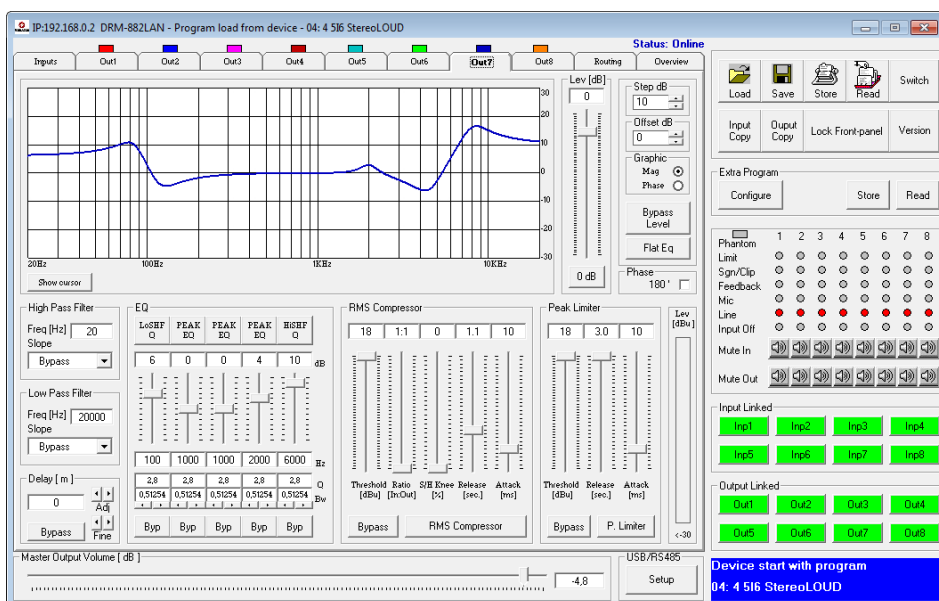
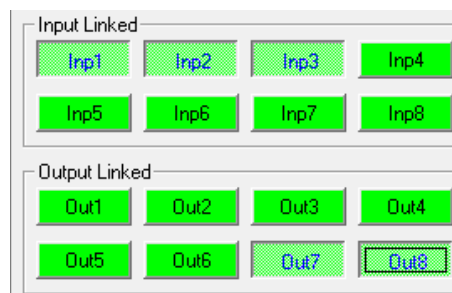

Abb. 27 Ansicht Ausgangskanal „Out7“
Abb. 32 Kopplung der Ein- oder Ausgänge
In der Ansicht für einen Ausgang (z. B. „Out7“, Abb. 27) lässt sich unter „Delay“ die Verzögerung für das Ausgangssignal einstellen. Die Einheit (Meter oder Millisekunden) kann in der Ansicht „Overview“ (Kapitel 6.3.1) geändert werden.
In der Ansicht für einen Ausgang (z. B. „Out7“, Abb. 27) können unter „High Pass Filter“ und „Low Pass Filter“ das gewünschte Hochpass- und Tiefpassfilter eingestellt werden.
Für die Klangregelung jedes Ausgangs stehen fünf unabhängige Filter zur Verfügung. In der Ansicht für einen Ausgang (z. B. „Out7“, Abb. 27) können diese Filter unter „EQ“ ein-
Wie bei der Klangeinstellung eines Eingangs lassen sich die Filter über die Einblendung von Bezugspunkten (Abb. 27) auch grafisch einstellen (Kapitel 6.4.7.1).
In der Ansicht für einen Ausgang (z. B. „Out7“, Abb. 27) können unter „RMS Compressor“ die Parameter für die Funktion des Kompressors festgelegt werden. Zur Änderung eines Parameters den entsprechenden Regler mit der Maus verschieben oder bei angewähltem Regler auf der Tastatur mit den Pfeiltasten oder Bildlauf-tasten.
In der Ansicht für einen Ausgang (z. B. „Out7“, Abb. 27) unter „Lev [dB]“ die Verstärkung, d. h. den Ausgangspegel im Bereich $-127 \dots +18$ dB einstellen. Zur Änderung der Verstärkung den Regler mit der Maus verschieben oder bei angewähltem Regler auf der Tastatur mit den Pfeiltasten oder Bildlauf-tasten. Zum schnellen Zurückstellen auf 0 dB die Schaltfläche „0 dB“ unterhalb des Reglers anklicken.
In der Ansicht für einen Ausgang (z. B. „Out7“, Abb. 27) können unter „Peak Limiter“ die Parameter für die Funktion des Limiters festgelegt werden. Zur Änderung eines Parameters den entsprechenden Regler mit der Maus verschieben oder bei angewähltem Regler auf der Tastatur mit den Pfeiltasten oder Bildlauf-tasten.
- 1) Auf der rechten Seite des Fensters unter „Input Linked“ (Abb. 32) auf die Schaltflächen aller Eingänge klicken, deren Parameter gleich eingestellt werden sollen. Die Schaltflächen erscheinen „hineingedrückt“ und die Beschriftung wird blau.
- 1) Auf der rechten Seite des Fensters unter „Output Linked“ (Abb. 32) auf die Schaltflächen aller Ausgänge klicken, deren Parameter gleich eingestellt werden sollen. Wird gerade die Ansicht für einen bestimmten Ausgang (Abb. 27) gezeigt, auch die Schaltfläche für diesen Ausgang mit anklicken. Die Schaltflächen erscheinen „hineingedrückt“ und die Beschriftung wird blau.